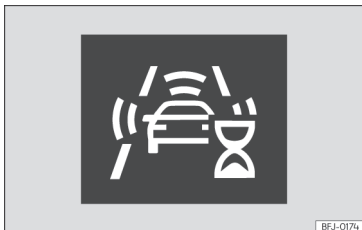

Fig. 122 Pe ecranul panoului de bord: indicarea auto-calibrării inițiale a sistemului.
- În primele momente după cuplarea contactului și pornirea de pe loc, din cauza auto-calibrării inițiale a sistemului. În această perioadă este afișată o pictogramă de stare »» **fig. 122.**